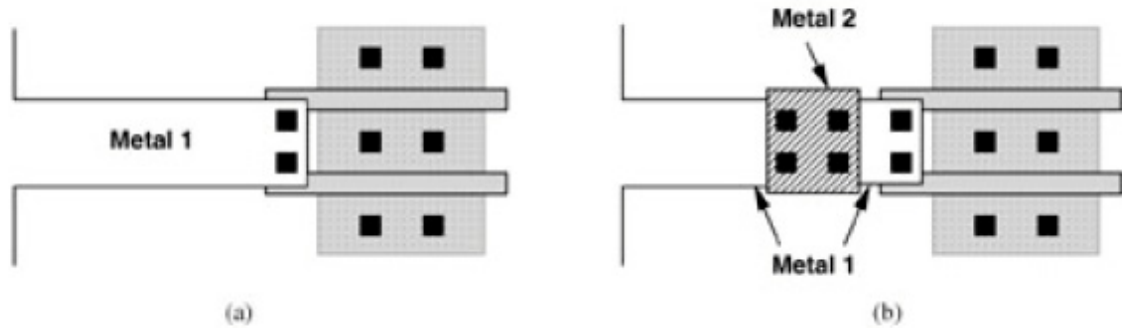

Figure II.2
**II.2** A quoi sert le VIA Metal1-Metal2 illustré dans la figure II.2 .